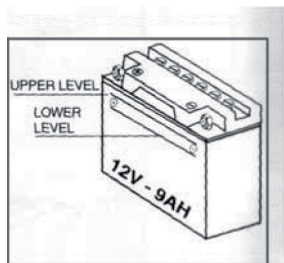

Fig. 44
- 4.1.1 Il livello di elettroliti deve sempre essere tra i livelli indicati sulla batteria. Normalmente un livello costante nell'intervallo specificato viene mantenuto per circa due mesi o approssimativamente 2000 km (Fig. 44).